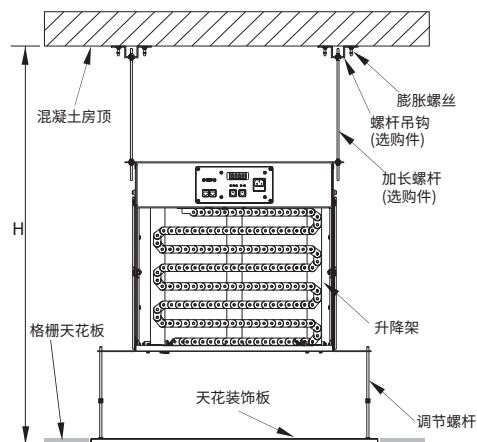

图4 较高天花的安装方式
- B. 如果 $H > H1$ (假设 $H2$ 调至最长状态), 则需要通过加长螺杆(选购件)来安装, 见图4。